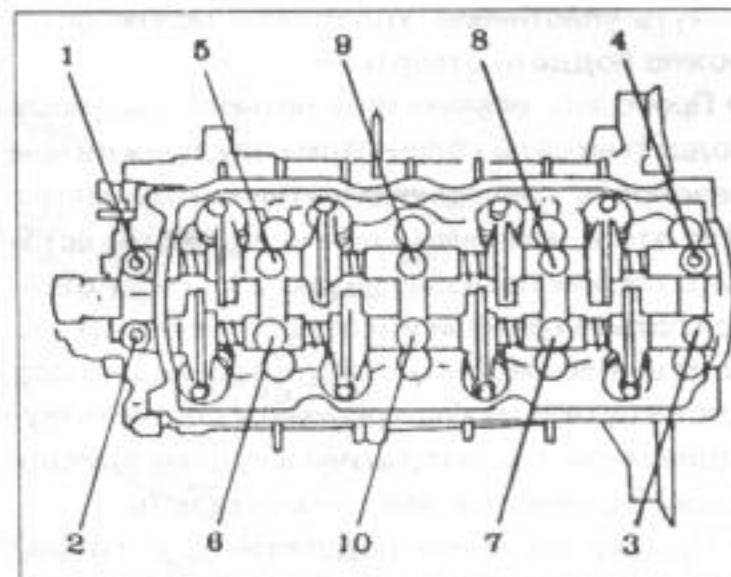

Рис. 26.
- Крепящие болты кронштейнов коромысла освободить за несколько приемов в порядке, указанном на рис. 26, и немножко отвернуть, однако оставить в коромысле. Оба болта наружных кронштейнов с обеих сторон вытянуть как можно дальше, каждый захватить одной рукой и весь механизм коромысла вынуть из головки. Как следует из обоих рисунков, детали вынимают из головки по-разному. При 12 клапанах не вынимать гидравлические толкатели, это нужно делать лишь в случае необходимости. Вал отложить в сторону, если позже его нужно будет разобрать.